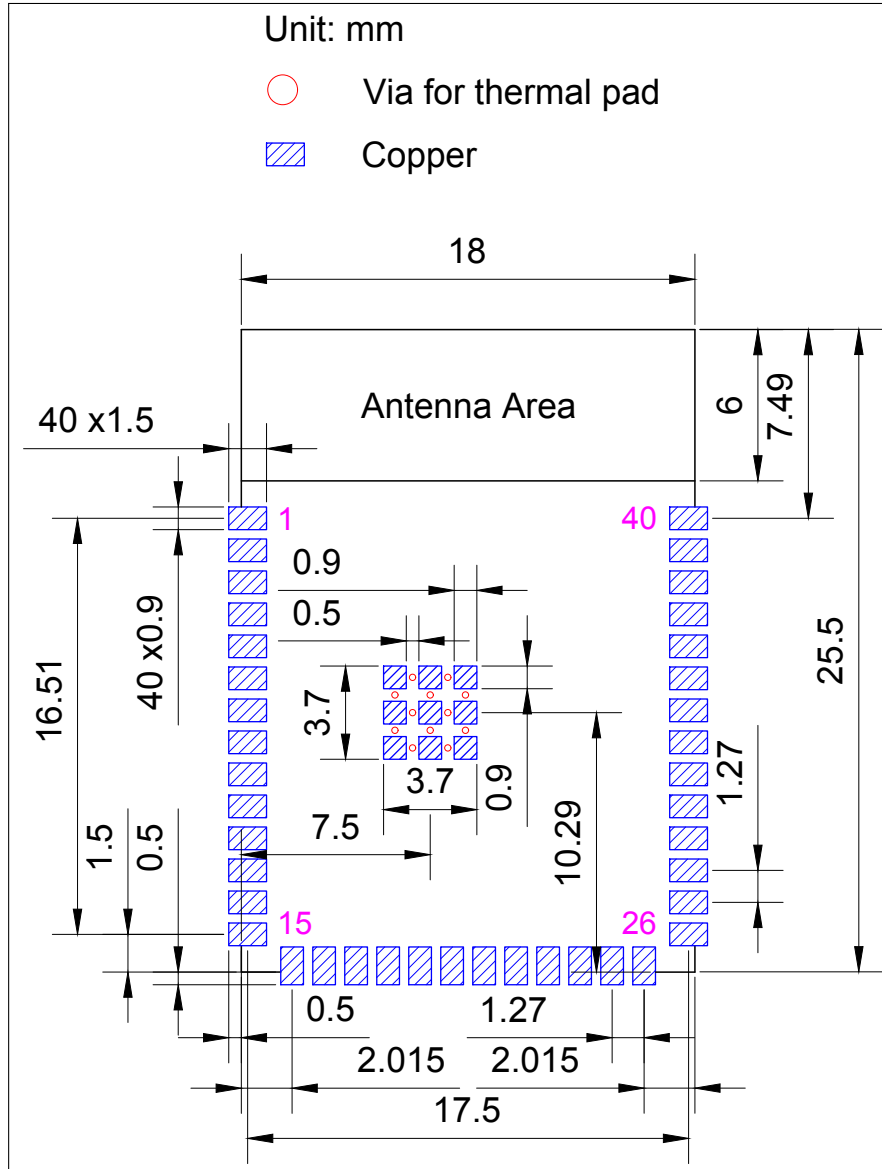
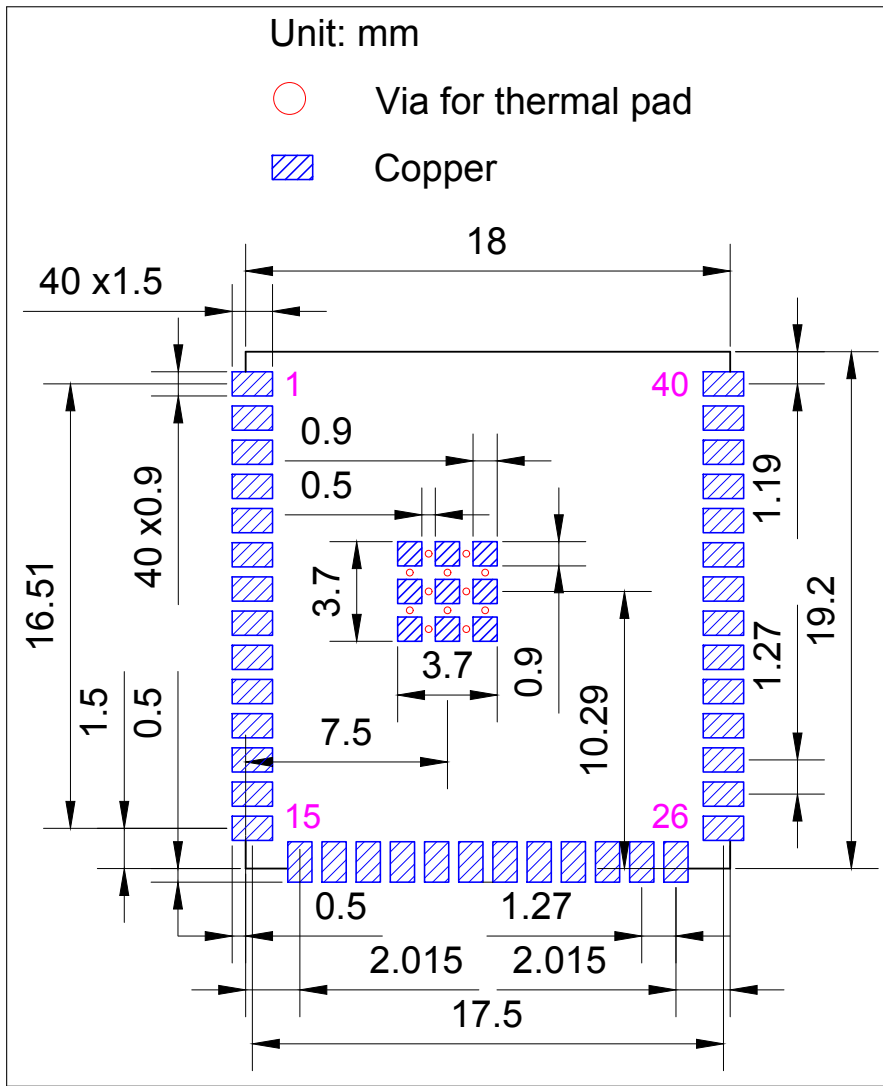

图 10: ESP32-S2-SOLO-2 推荐 PCB 封装图
图 11: ESP32-S2-SOLO-2U 推荐 PCB 封装图
- 推荐 PCB 封装图，标有 PCB 设计所需的全部尺寸。详见图 10 ESP32-S2-SOLO-2 推荐 PCB 封装图 和图 11 ESP32-S2-SOLO-2U 推荐 PCB 封装图。
- 推荐 PCB 封装图的源文件，用于测量图 10 中未标注的尺寸。您可用 Autodesk Viewer 查看 ESP32-S2-SOLO-2 和 ESP32-S2-SOLO-2U 的封装图源文件。